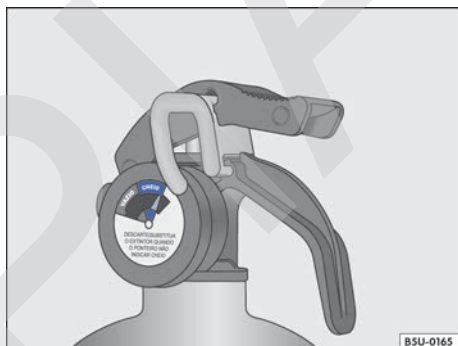

Fig. 29 En el extintor de incendio: indicador de carga (manómetro).
- Carga - el puntero debe estar en la franja verde del manómetro (cargada) → fig. 29.